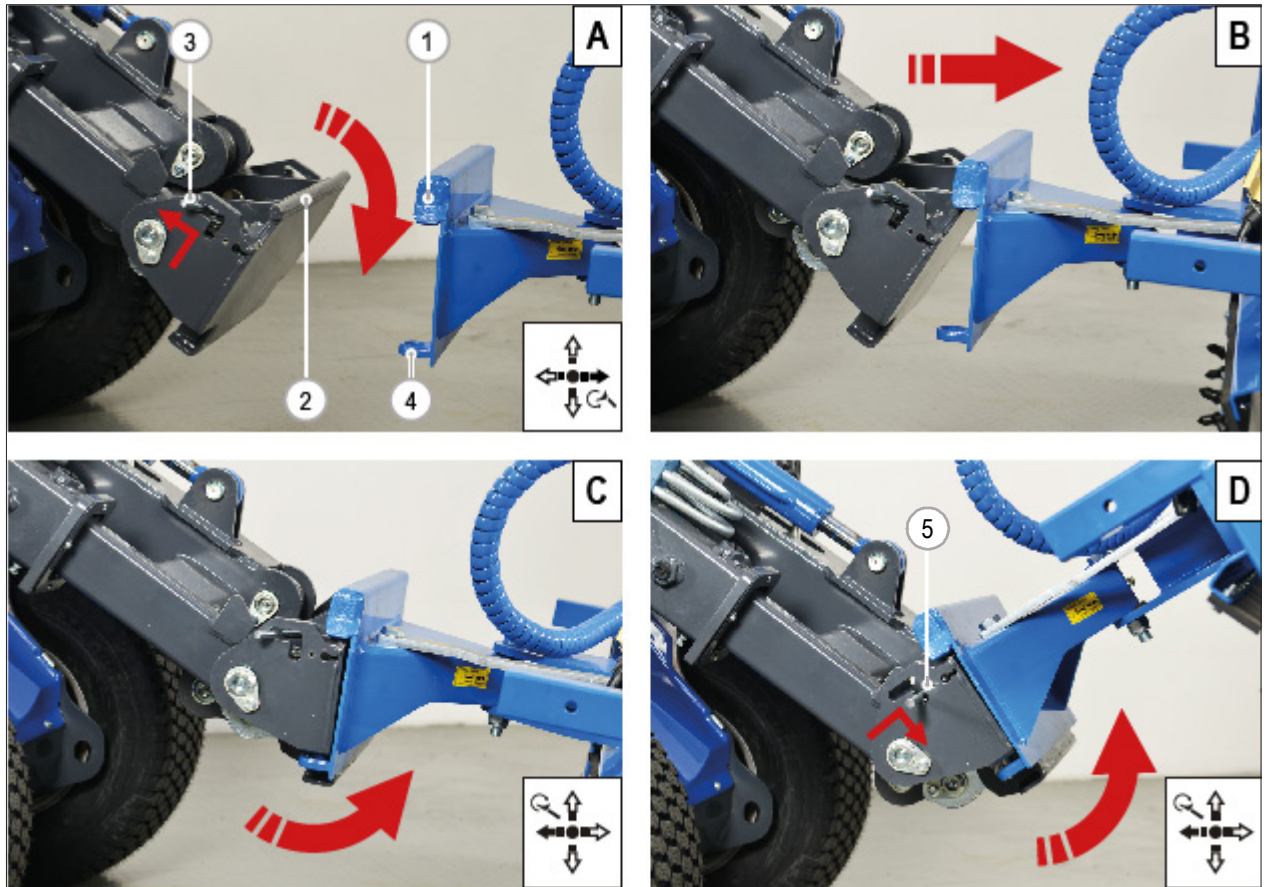

РИС. 32
- 6) Поднимите и нажмите два рычага (РИС. 32 - Сс 3), расположенные на быстром сцепном устройстве, заглушки креплений поднимутся.
- 8) Осторожно подтяните быстрое сцепное устройство к навесному оборудованию, чтобы поднять круглый профиль на верхнем конце (РИС. 32 – Сс. 2) к предназначенным для него посадочным местам крепления (РИС. 32 – Сс. 1).
(РИС. 32 – Сс. 4).
- 10) Проверьте визуально, что два рычага (РИС. 32 – Сс. 5) находятся в нижнем положении. Если нет, соединение не было произведено.